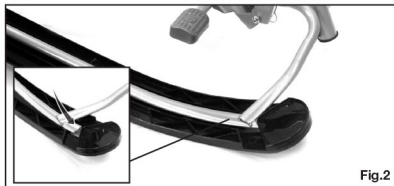

Fig.2
1. Assemblez le Ski latéral⁴ en insérant la languette en acier située à l'avant de la Structure principale³ dans le trou carré situé au haut du ski. (voir Fig. 2)